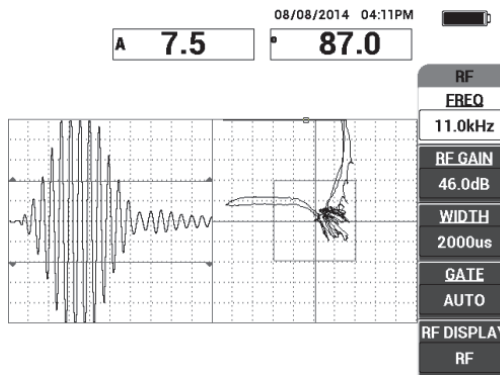

Figura 6-4 Detecção de descolamentos laterais próximos e distantes
4. Rastreie sobre os descolamentos próximos e distantes à lateral e, em seguida, enquanto se mantém a sonda em movimento sobre os descolamentos, certifique-se que os dois defeitos são detectados (veja Figura 6-4 na página 133).